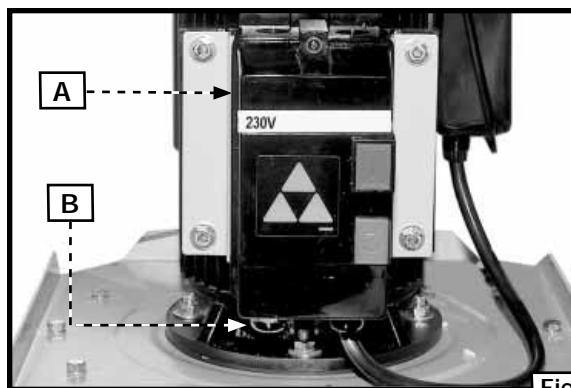

Fig. 15
1. Pour brancher le dépoussiéreur à un réseau électrique, retirer le couvercle du contrôleur (A) fig. 15.
2. Passer le fil triphasé par le trou d'accès (B) fig. 15, au bas du boîtier du contrôleur.